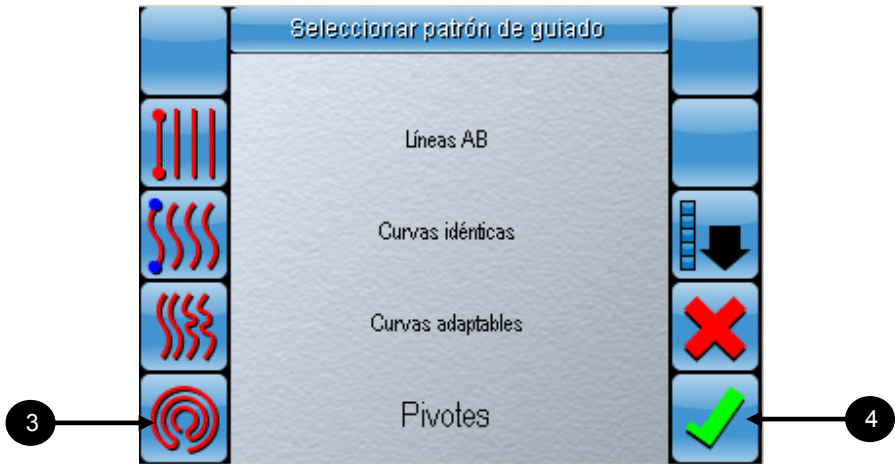

Figura 9-42. Seleccione el patrón de guiado de pivotes
3. Seleccione  (figura 9-42) para seleccionar el patrón de guiado de pivotes.
4. Seleccione  (figura 9-42) para confirmar la selección.